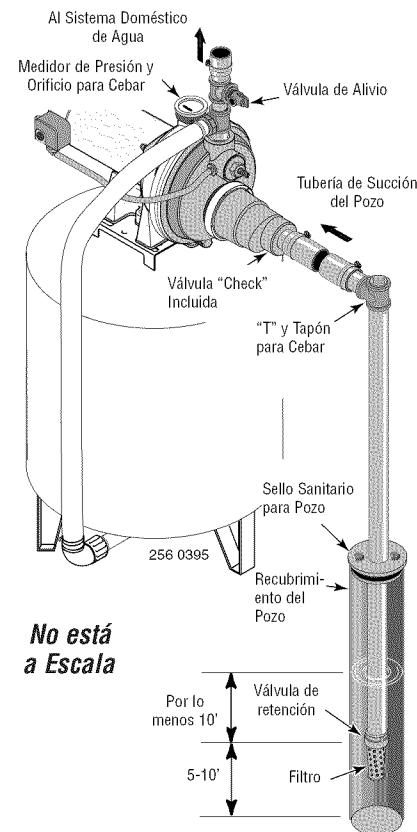

Figura 6: Instalación de Pozo Recubierto
INSTALACION DE POZO RECUBIERTO CON UN RECOBRIMIENTO DE 2" O MAS (Figura 6)
4. Instale la válvula de retención, el filtro y la tubería del pozo (vea la Figura 6). Asegúrese que la válvula de retención funcione libremente.
6. Instale una "T" para cebar, tapón para cebar y la tubería de succión a la bomba (vea la Figura 6). Conecte la tubería del pozo al orificio de succión de la bomba; utilice el menor número de conexiones posible - especialmente codos - ya que las conexiones incrementan la fricción en la tubería. La tubería de succión debe ser por lo menos del mismo tamaño que el orificio de succión en la bomba. Utilice cinta de teflón o un compuesto a base de teflón especial para juntas de tuberías. Soporte la tubería para que no haya inclinaciones verticales o hundimientos en ella a fin de que no ejerza tensión sobre el cuerpo